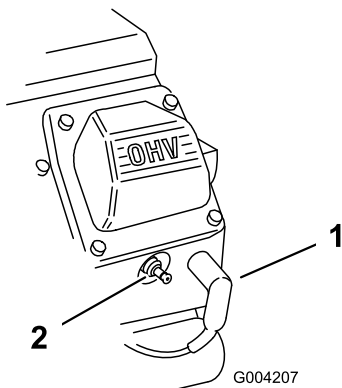

Figura 50
2. Staccate il cappellotto dalle candele (Figura 50).
3. Collegate i cappellotti alle candele (Figura 50).